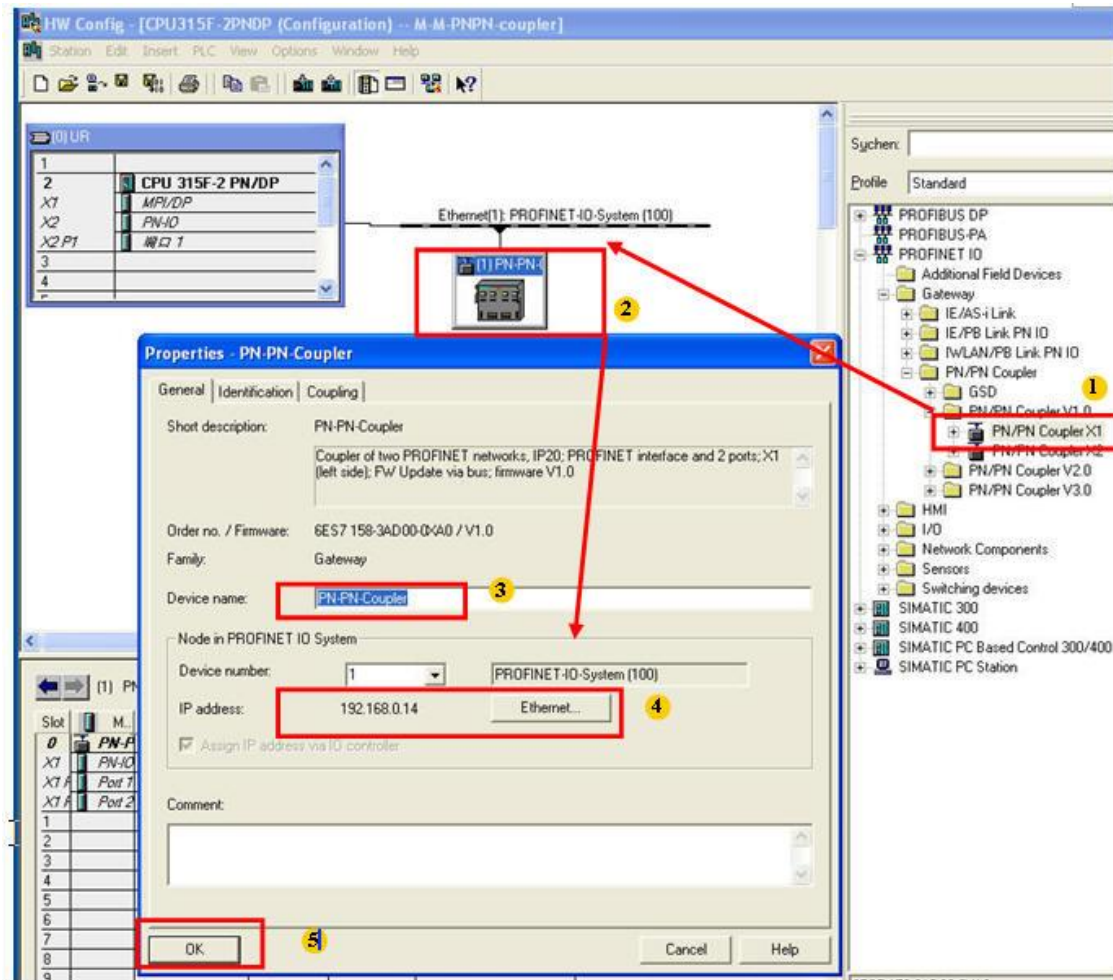

图 2-6 组态 PN/PN coupler
6) 组态 PN/PN COUPLER X1, 并分配 参数, 如图 2-6